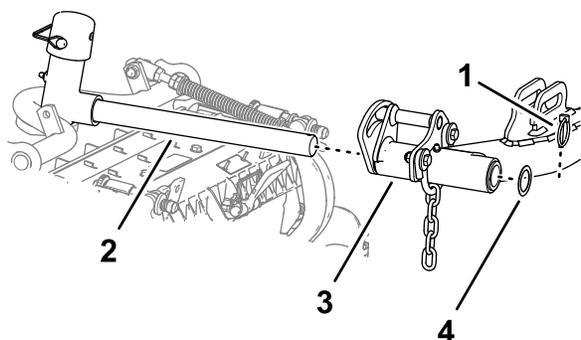

Рисунок 27
- Подведите режущий блок под подъемный рычаг (Рисунок 27).